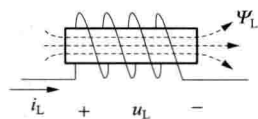

图 1-4 电感元件
(1) 当电流和磁链的参考方向符合右手螺旋法则时，线性电感元件的磁链  $\Psi_L$ 、电感量  $L$  及电感电流  $i_L$  之间关系式为  $\Psi_L = L i_L$ 。
(2) 特征方程。当电压、电流取关联正向时，如图 1-4 所示，电容元件的特征方程（即伏安关系式）为